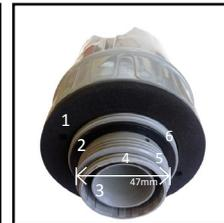
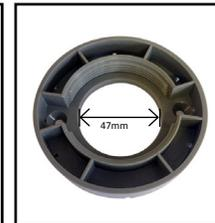

Abb. 3 - Sensor Ansicht von unten
Abb. 4 - Adapterring
- Dichtungen 1 und 2 wie in Abb. 3 platzieren und Adapterring aufschrauben
- Entfernen Sie den Adapterring (Abb. 4) und den inneren Dichtungsring des Sensors (2, Abb. 3)
- Neoprendichtung (1, Abb. 3) wie im Bild gezeigt platzieren